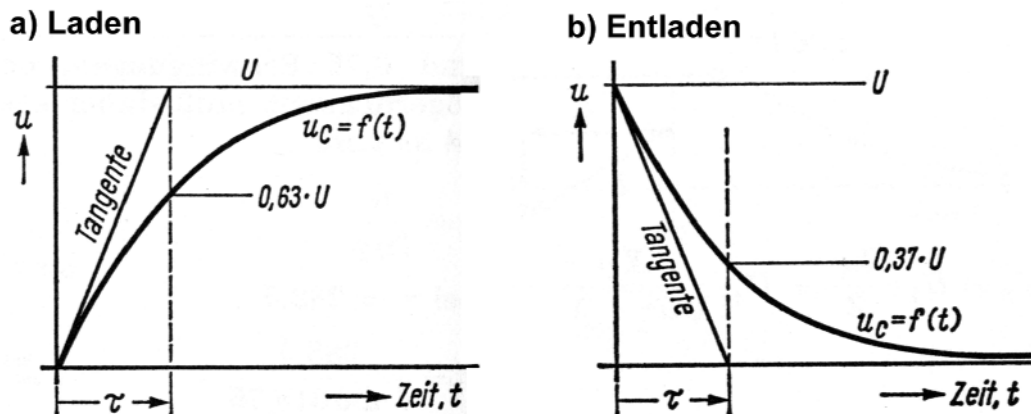

Abbildung 1.3.5 Der Spannungsverlauf beim Laden und Entladen
- a) die Ausgangsspannung wird über dem Kondensator abgenommen. Der Spannungsverlauf entspricht Abbildung 1.3.5. Aus einem Spannungssprung wird ein allmähliches Ansteigen bzw. Abfallen. Ist der Impuls viel länger als die Zeitkonstante (1), so wird er nahezu unverfälscht weitergegeben (Tiefpaßverhalten - breite Impulse werden durchgelassen, schmale nicht). Seine Flanken werden dabei gemäß Abbildung 1.3.5 verformt (= verschliffen). Ist der Impuls kürzer als die Zeitkonstante (2), so hat der Kondensator nicht genug Zeit zum vollständigen Laden bzw. Entladen, so daß der Ausgangsimpuls gar nicht mehr bis zum vollen Spannungspegel hochlaufen kann (2). Eine Folge kurzer Impulse führt dazu, daß sich eine Ausgangsspannung im Sinne eines Mittelwertes einstellt (integrierende oder glättende Wirkung (Siebwirkung)).
- b) die Ausgangsspannung wird über dem Widerstand abgenommen. Da der Kondensator anfänglich ungeladen ist, wirkt er zunächst als näherungsweise Kurzschluß. Der fließende Strom bewirkt einen Spannungssprung über dem Widerstand. Dann lädt sich der Kondensator mehr und mehr auf. Dementsprechend vermindert sich die Spannung über dem Widerstand. Ist der Impuls kürzer als die Zeitkonstante (3), so wird der Kondensator so schnell umgeladen, daß er gar keine Zeit hat, irgend etwas zu verändern. Der Impuls wird also nahezu unverfälscht weitergegeben (Hochpaßverhalten - schmale Impulse werden durchgelassen, breite nicht). Ist der Impuls viel länger als die Zeitkonstante (4), so führen beide Flanken zu Nadeln am Ausgang (differenzierende Wirkung).